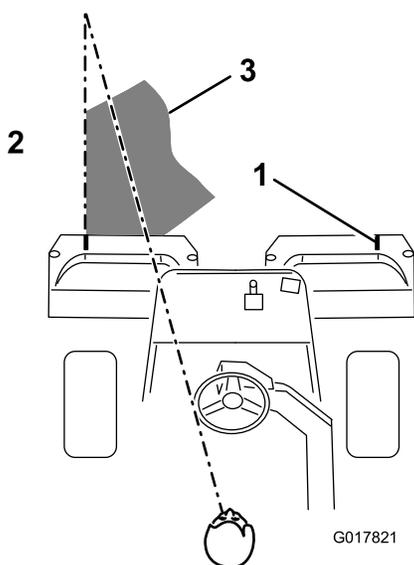

Figura 38
3. Durante le passate di ritorno sovrapponetevi uno spazio minimo alla falciatura precedente. Per tosare in linea retta il green e mantenere la macchina alla medesima distanza dal bordo della falciatura precedente, immaginate una linea da 1,8–3 m circa davanti alla macchina fino al bordo della sezione di green da tosare (Figura 38). Potrebbe essere utile includere nella linea di collimazione il bordo esterno del volante, vale a dire, tenere allineato il bordo del volante con un punto che si trovi sempre alla stessa distanza dalla parte anteriore della macchina (Figura 38).